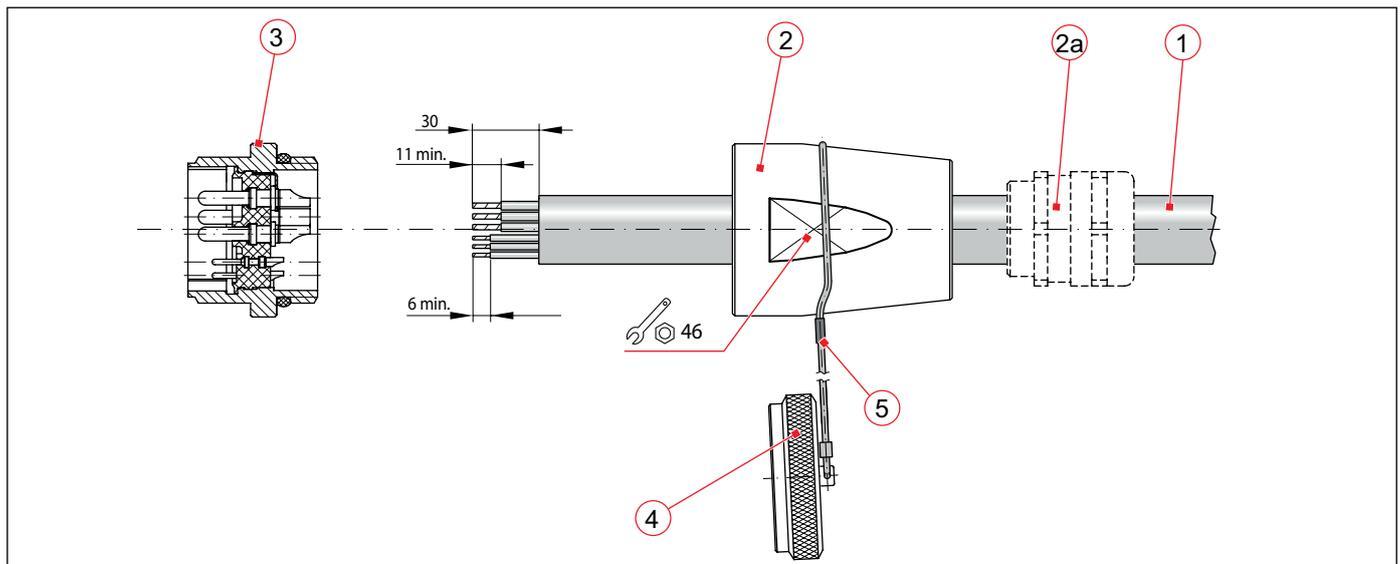

Abb. 11: Beispiel für die Montage von Kabeldosen (GA KD)
Montage Kabeldose (siehe Abb. 11)
- ▶ Kabelverschraubung/Zugentlastung (2a) und Endgehäuse (2) auf Kabel (1) aufschieben.
- ▶ Kabel (1) ca. 30 mm von der Ummantlung befreien und Litzen min. 6 mm bzw. mindestens 11 mm abisolieren.
- ▶ Litzen an die Kontakte des integrierten Kontakteinsatzes des Dosengehäuses (3) anlöten. Dabei sicherstellen, dass keine Einzeldrähte abstehen.
- ▶ Verkabeltes Dosengehäuse (3) mit Endgehäuse (2) verschrauben. Drehmoment: 15 Nm
- ▶ Kabelverschraubung/Zugentlastung (2a) mit Endgehäuse (2) verschrauben. Drehmoment für die Zugentlastung gemäß Herstellerangaben der Zugentlastung.
Befestigung des Verschlussdeckels (4) mit Schlaufe (siehe *Abb. 11*)
- ▶ Die beiliegende Hülse (5) auf das lose Ende der Schnur auffädeln.
- ▶ Die Schnur an der Verjüngung um das Endgehäuse (2) legen und eine Schlaufe bilden (siehe *Abb. 11*).
- ▶ Das lose Ende der Schnur durch die Hülse (5) schieben und die Hülse mit einer Flachzange so verquetschen, dass die Schlaufe gespannt ist und nicht nach vorne von der Dose herunterrutschen kann.
- ▶ Verschlussdeckel (4) auf das Dosengehäuse (3) aufschrauben.